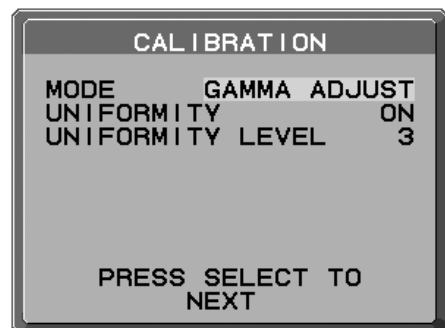

Рисунок 14
- Выберите “GAMMA ADJUST” (НАСТР. ГАММЫ) в настройке режима (**Рисунок 14**).